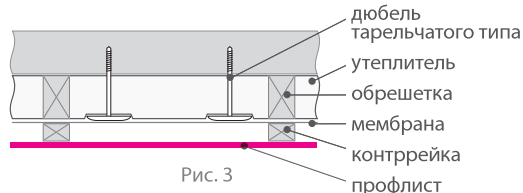
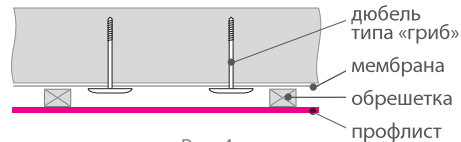

Рис. 3
Рис. 4
- ▷ Укладка утеплителя (в утепленном фасаде) и гидроветрозащиты – рис. 3 (утепленный) и рис. 4 (неутепленный). Плиты утеплителя крепят дюбелями типа «гриб», утапливая шляпку в утеплителе (рис. 3). В качестве гидроветрозащиты используйте мембрану Folder XZ Protector.